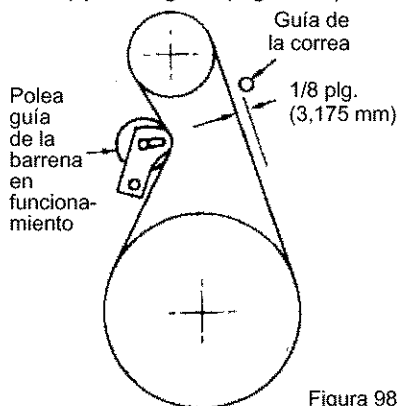

Figura 98
3. Mida la distancia entre la guía de la correa y la correa. La distancia debe ser de 1/8 de pulgada (3,175 mm) para la guía. (Figura 98).